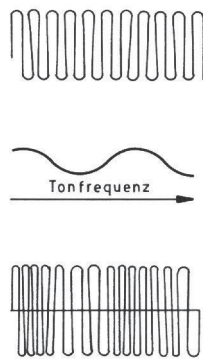

Abb. 172
Sender im UKW-Bereich wenden allerdings nicht die Amplituden-Modulation an, sondern die **Frequenz-Modulation (FM)**. Bei diesem Verfahren wird durch das NF-Signal nicht die Amplitude verändert, sondern im Rhythmus der Sprache oder Musik ändert sich die Frequenz des Träger-signals (Abb. 172). Die Demodulation dieses HF-Signals muß mit speziellen Gleichrichterschaltungen erfolgen, bei denen es darauf ankommt, Bauglieder mit frequenzabhängigen Widerständen zu verwenden. Das könnte im einfachsten Fall eine Spule sein, deren Widerstand sich mit der Frequenz ändert. Durch die Widerstandsänderung würde sich auch der Spannungsabfall an der Spule vergrößern oder verkleinern. Diese Spannungsänderungen könnten dann verstärkt werden. Allerdings ist bei diesem Verfahren die Qualität des empfangenen und verstärkten Signals nicht besonders gut.